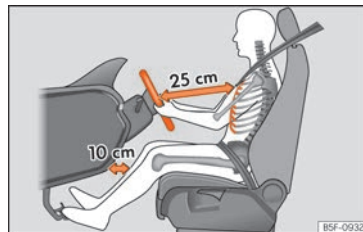

Abb. 3 Der richtige Abstand des Fahrers zum Lenkrad muss mindestens 25 cm (10 inch) betragen. »
- Lenkrad so einstellen, dass der Abstand zwischen Lenkrad und Brustbein mindestens 25 cm (10 Zoll) beträgt »» **Abb. 3** und das Lenkrad mit beiden Händen und leicht gebeugten Armen seitlich am äußeren Rand festgehalten werden kann.
- Fahrersitz in Längsrichtung so einstellen, dass die Pedale mit leicht angewinkelten Beinen durchgetreten werden können und der Abstand zur Instrumententafel im Kniebereich mindestens 10 cm (4 Zoll) beträgt »» **Abb. 3.**